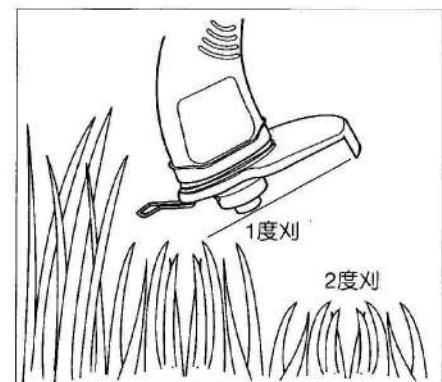

図10
③長い芝、草などはいきなり低い刈り高さで刈らずに、1度刈り高さを高くして刈った後、短く刈りそろえてください。(図10参照)